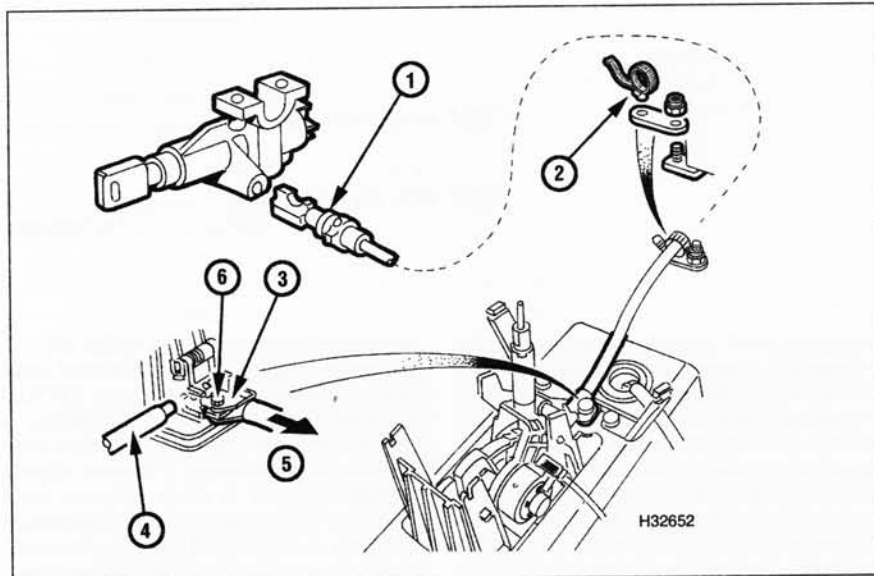

Рис. 5.8. Блокирующий трос
8 Поднимите фиксатор (1) на оболочке троса и вытяните трос из переключателя зажигания (рис. 5.8).
18 Отпустите болт крепления опорного кронштейна (рис. 5.8). Должна иметься возможность для перемещения опорного кронштейна вперед рукой.